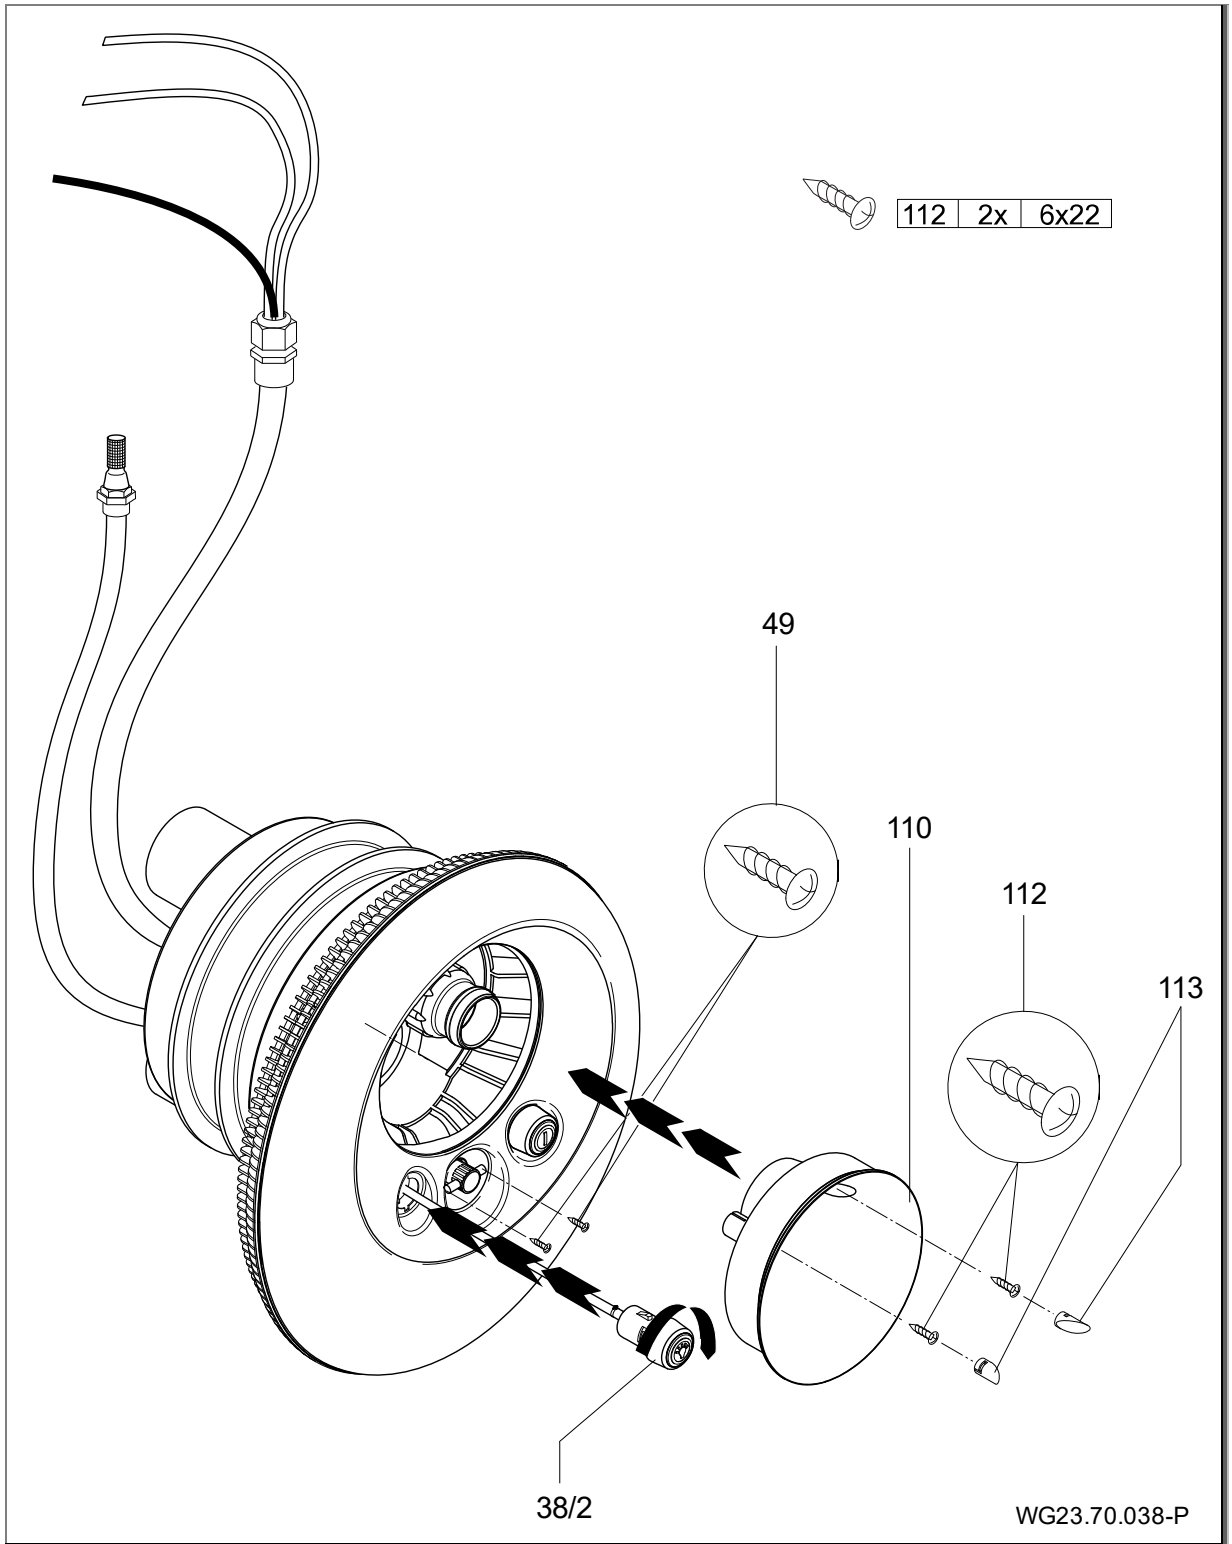

Рис. 20
8. Установить стальную диафрагму (93) на всасывающем корпусе (107) и зафиксировать двумя винтами (49) на сопловом корпусе. Обе пневматические кнопки через крышку защиты света (110) вставить в корпус сопел и зафиксировать, повернув по часовой стрелке. (Рис. 20)
9. При закреплении прозрачного корпуса (110) происходит дополнительная фиксация стальной диафрагмы (93). Для этого вставить прозрачный корпус (110) над шаровым соплом (54) в сопловый корпус (102.1) и зафиксировать двумя винтами (112). (Рис. 20)